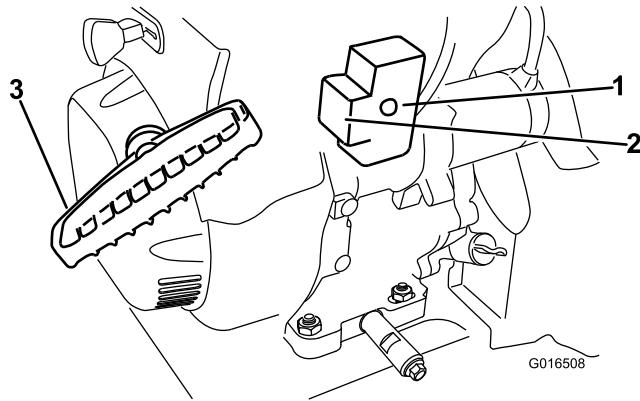

Figure 31
7. Démarrlez la machine en tirant sur le lanceur ou en appuyant sur le bouton du démarreur électrique (Figure 31).